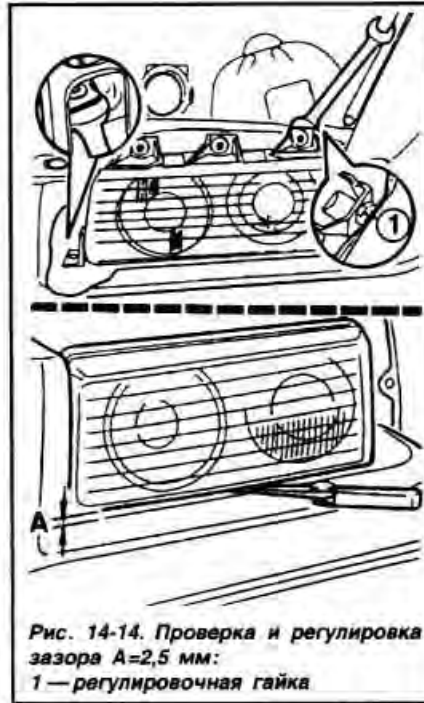

Рис. 14-14. Проверка и регулировка зазора $A=2,5$ мм:
- Установить фару на место и завернуть нижние винты крепления, соблюдая зазор А около 2,5 мм (рис. 14-14).